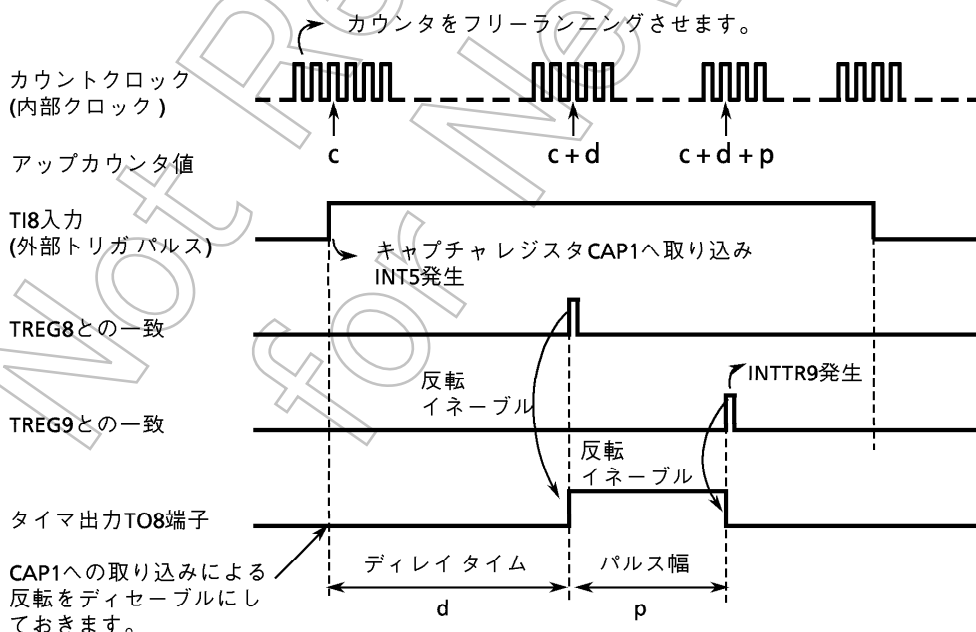

図3.8(6) 外部トリガパルスからのワンショットパルス出力(ディレイあり)
なお、文中の(c)、(d)、(p)は、「図3.8(6) 外部トリガパルスからのワンショットパルス出力(ディレイあり)」のc、d、pと対応しています。